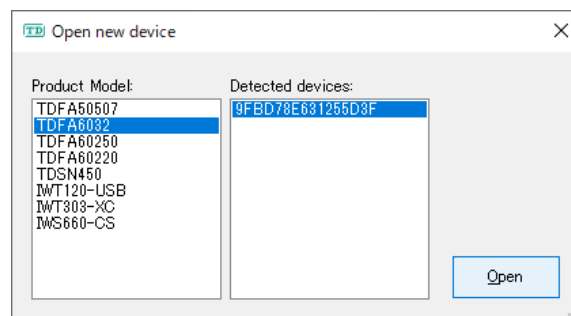

図 2 Open new device ウィンドウ
- Open new device ウィンドウ(図 2)の Product Model ボックスから **TDF6032** を選択します。Detected devices ボックスに検出されたデバイスのシリアル番号が表示されますので選択して、Open ボタンをクリックします。